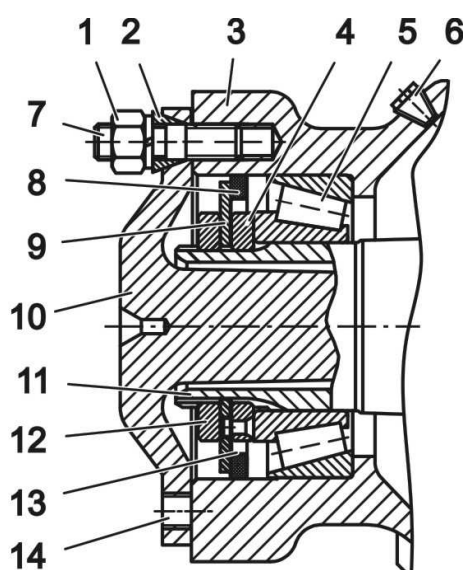

Рис. 4-10 Крепление ступицы заднего колеса ("РАА")
2. Отвернуть гайки 1 (рис. 4-10) крепления полуоси, снять конические разжимные втулки 2, ввернуть болты М12 в два специальных отверстия 14 и вынуть полуось.